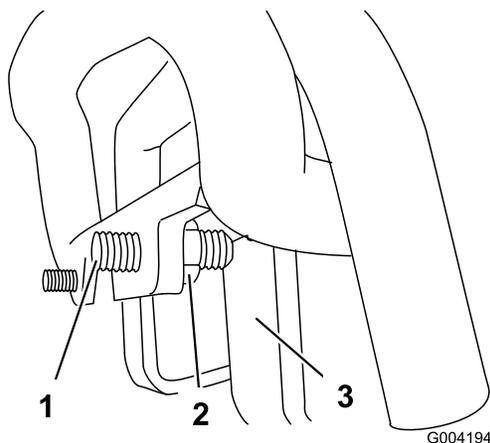

図 56
3. マシンが **左** にずれていく場合には、走行コントロール前部にある走行固定ねじを固定している **右側** のジャムナットをゆるめて固定ねじの調整を行う 図 56。
4. マシンが **右** にずれていく場合には、走行コントロール前部にある走行固定ねじを固定している **左側** のジャムナットをゆるめて固定ねじの調整を行う 図 56。